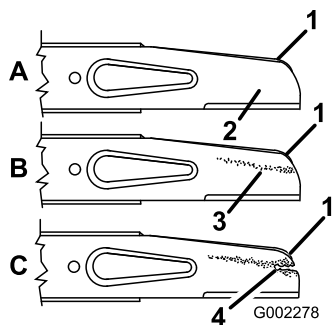

Figura 30
2. Retire el perno de la cuchilla, la arandela de freno, el acelerador y la cuchilla (Figura 30).